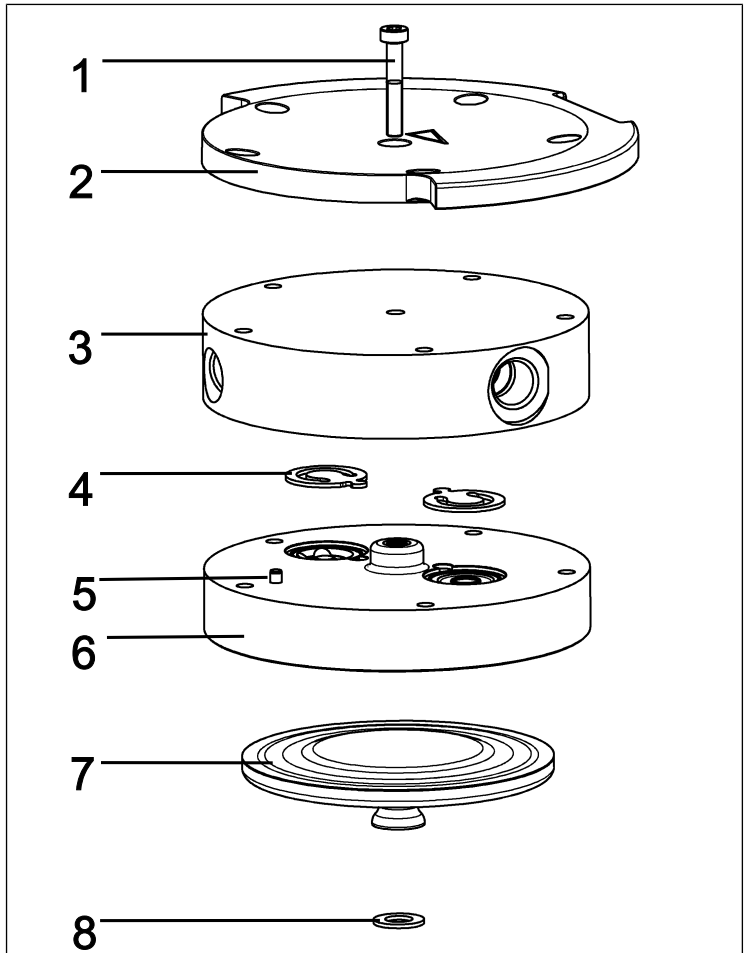

Afb.12: Afschermingskap demonteren
3. Draai de wartelmoer van de slangverbinding (5/Afb. 12) op de condensator los.
4. Zet de greep (1/Afb. 12) in een verticale positie.
5. Draai de beide schroeven (2/Afb. 12) van de afschermingskap (3/Afb. 12) los.
6. Verwijder de afschermingskap (3/Afb. 12).
7. Draai de 10 kopschroeven aan de buitenzijde (4/Afb. 12) op beide pompkoppen los.
8. Verwijder de 10 kopschroeven aan de buitenzijde (4/Afb. 12) uit beide pompkoppen.
1. Markeer de drukplaat (2), het kopdeksel (3) en de tussenplaat (6) met een doorlopende potloodstreep. Daardoor wordt verhinderd dat de onderdelen later verkeerd gemonteerd worden.
2. Verwijder de schroeven aan de buitenzijde (4/Afb. 12) van de pompkoppen.
9. Steek de 10 schroeven aan de buitenzijde (4/Afb. 12) in de pompkop en draai ze kruislings vast (aanhaalmoment: SH/SR820G: 4 Nm; SR/SH840G: 5 Nm)
- i** Indien de schroeven aan de buitenzijde (4/Afb. 12) zich niet in de pompkop laten inzetten, draait u de kopschroef aan de binnenzijde (1) los en controleert u de zitting van het kopdeksel (3) op de tussenplaat (6).
11. Draai de wartelmoer van de slangverbinding (5/Afb. 12) op de condensator (2/Afb. 3) handvast vast.
1. Monteer de afschermingskap (3/Afb. 12).
2. Haal de schroeven (2/Afb. 12) van de afschermingskap (3/Afb. 12) aan (aanhaalmoment: 2 Nm).